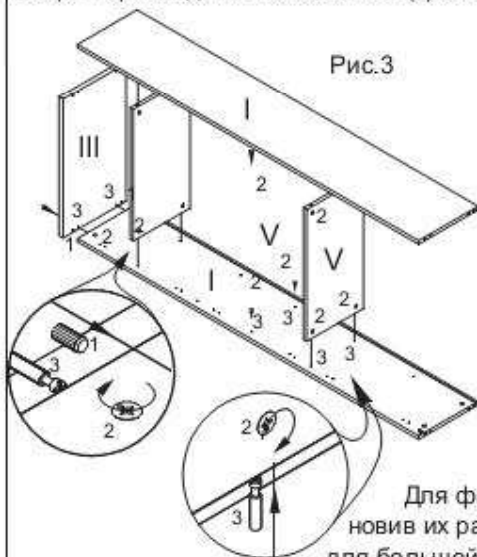
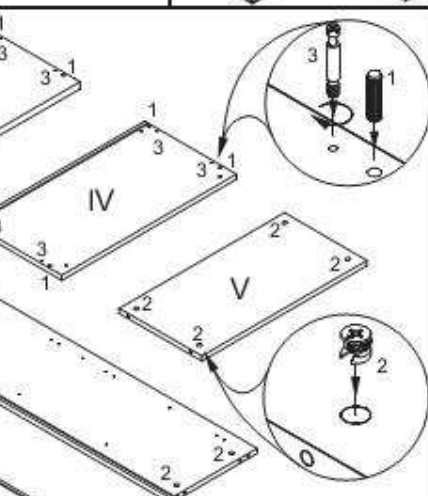

Рис.3
Рис.2
Положить боковины (I), полку верхнюю (III) и полку нижнюю (VI) пазом вверх, (см.рис.2).
Вкрутить дюбеля стяжек-эксцентриков (3), вставить в отверстия шкранты (1) (см. рис. 2). Положить переставные полки (V) отверстиями вверх, (см.рис.2). Вставить стяжки-эксцентрики (2) стрелкой в направлении отверстий на торцах (см.рис.2). Каркас стеллажа рекомендуется собирать на боковине, например как показано на рис.3.
тянуть стяжки-эксцентрики (2) (см. рис.3). Присоединить сверху на полки переставные (V) другую боковину (I) (см. рис.3). Затянуть стяжки-эксцентрики (2) (см.рис.3). К торцам боковин(I) присоединить полку верхнюю (III).
Зафиксировать полку верхнюю (III), затянув стяжки-эксцентрики (2) в боковинах (I), см рис.3.
1. Закрепить на боковине стеллажа монтажные планки (5).
2. С помощью саморезов (8) установить петли (6) в гнезда на дверцах (I), (II), (III).
3. В зависимости от того, на какую боковину навешивается дверца (II), досверлить насквозь сверлом $\varnothing 5$ мм верхние или нижние глухие отверстия для крепления ручки, обязательно подкладывая при этом фальш-панель или брусочек. С помощью винтов из комплекта ручки закрепить ручку на дверце (I), (II), (III) (рис. 4). В дублирующие отверстия установить заглушки (1) (рис. 2, 3).
5. После установки дверцы (I) в гардероб, при помощи саморезов (9) прикрепить к боковине гардероба ответную планку замка (7) предварительно разметив место установки на боковине напротив замка.
7. После установки дверцы в стеллаж, на переднюю кромку средней полки наклеить 2 амортизатора (3).